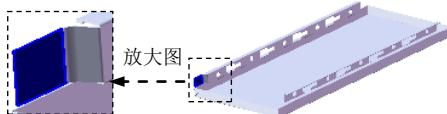
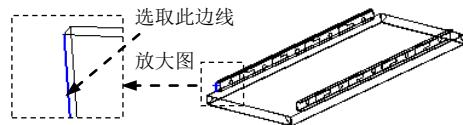

图 17.6.41 创建边线一法兰特征 16
图 17.6.42 定义特征的边线
Step20. 创建图 17.6.41 所示的边线—法兰 16。选择下拉菜单 **插入(I)** → **钣金(H)** → **边线法兰(E)...** 命令；选取图 17.6.42 所示的模型边线为生成的边线法兰的边线；取消选中**法兰参数(P)**区域中**使用默认半径(U)**复选框，在**文本框**中输入折弯半径值 3.0；在